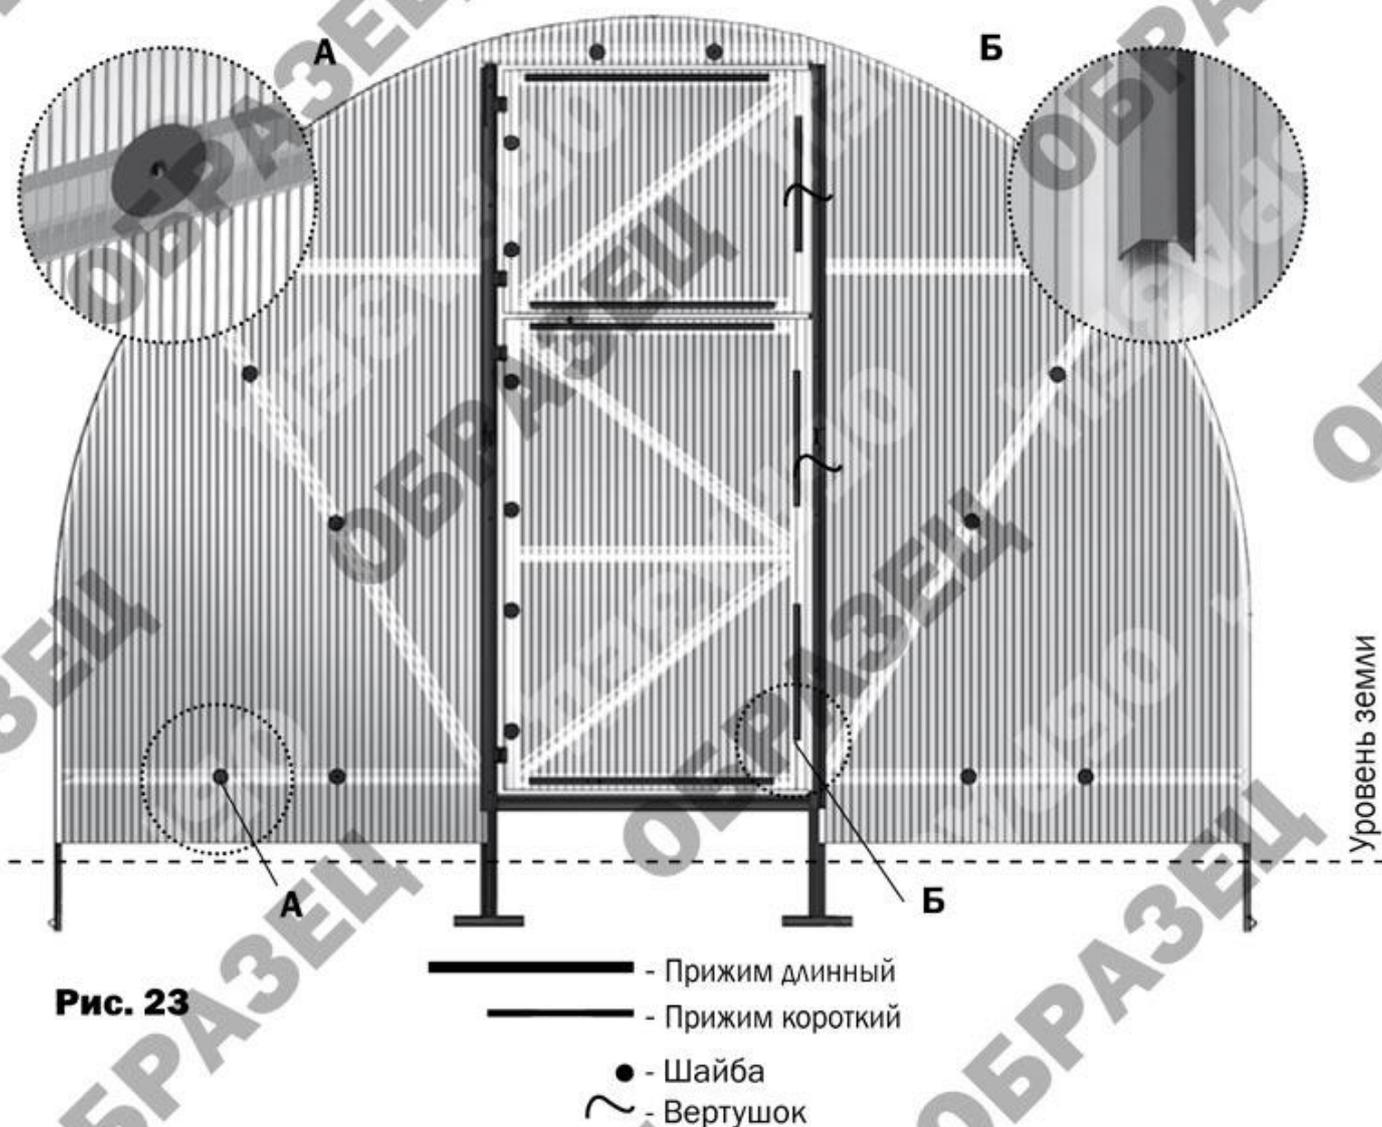

Рис. 23
2. Установите боковые куски покрытия торца в соответствии с **рис.15**. Придерживая кусок покрытия, закрепите его винтами с шайбами по деталям **11** и **8** (**рис.23**). Отверстия для винтов выполняются сверлом диаметром 4 мм изнутри теплицы через готовые отверстия в деталях каркаса.
5. Закрепите куски покрытия на форточках и двери прижимами и шайбами (**рис.23**), предварительно закрыв соты (оклеив их скотчем). Профили уплотнительные устанавливаются по контуру дверей и форточек в соответствии с рисунками **19...22**.
6. Шайбы и прижимы на торце устанавливаются в соответствии с **рис.23**.
Покрытие, закрепляется винтами с шайбами в соответствии с рис. 23а. В некоторых деталях остаются свободные отверстия, по ним винты с шайбами не устанавливать!
Рис. 23а